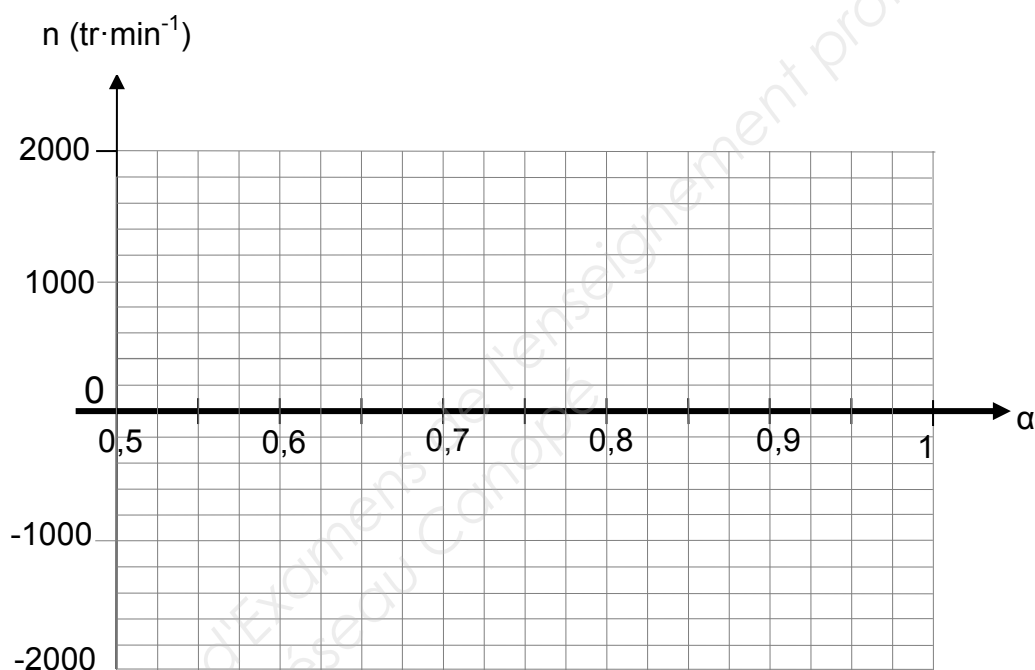

FIGURE 14
C.3 Représentation de la caractéristique n en fonction de α : $n = f(\alpha)$ FIGURE 14.